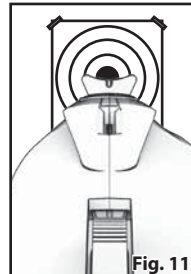

Fig. 11
- Le verrou de culasse étant en position ouverte, insérez une baguette dans la bouche du canon et poussez délicatement le plomb coincé dans la fenêtre de chargement (à l'avant du verrou de culasse) (Fig. 11).